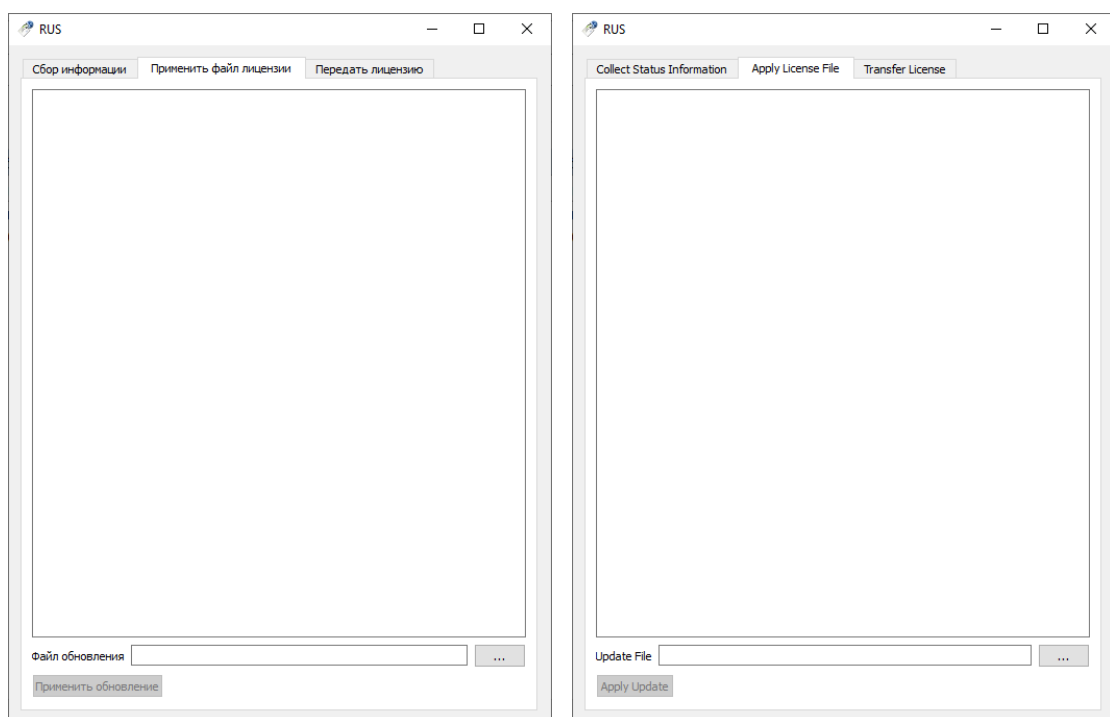

Рисунок 21. Окно утилиты Licbship, вкладка **Применить файл лицензии**
3. Для генерирования лицензии на компьютере заказчика следует запустить утилиту *licbship.exe* и открыть на вкладке **Применить файл лицензии** (рис. 21).